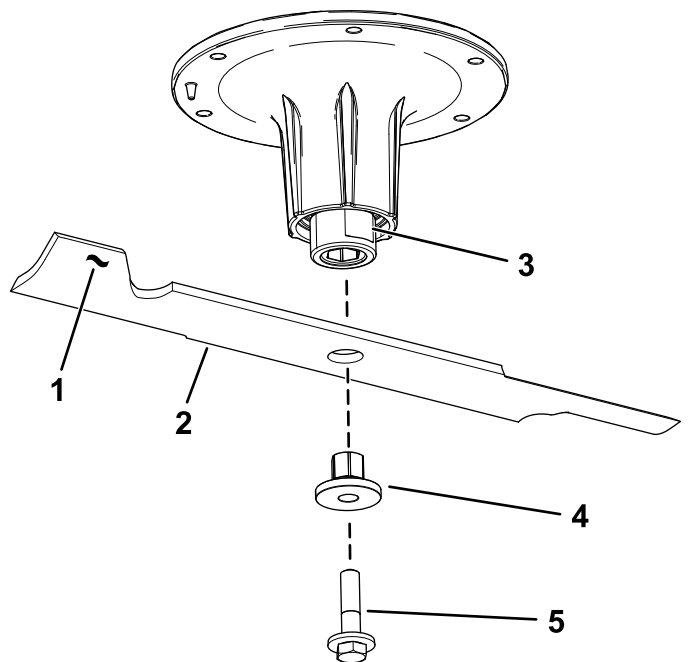

Figura 78
2. Îndepărtați urubul lamei, buca i lama de pe arborele axului (Figura 78).